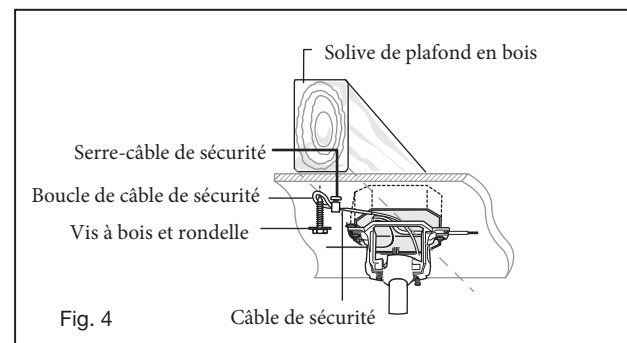

Fig. 4
- 3 Soulevez la boule / tige de suspension / ventilateur dans l'ouverture du support de suspension. **REMARQUE:** La languette opposée à l'ouverture du support de suspension doit s'insérer dans la fente de la boule. (Fig.4)
Un flux d'air VERS LE HAUT déplace l'air plus chaud de la zone du plafond, comme illustré à la figure 4. Cela vous permet de régler votre unité de chauffage sur un réglage plus frais sans affecter votre confort.